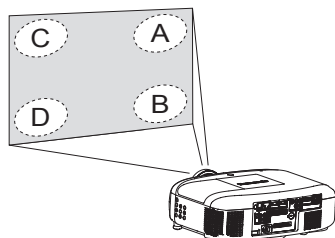

図 1
- 4) プロジェクター本体側の操作で、スクリーン方向に少しずつフォーカスをずらし、図 1 の A～D のいずれか 1 か所が最初にスクリーン上でジャストフォーカスとなったところで止める